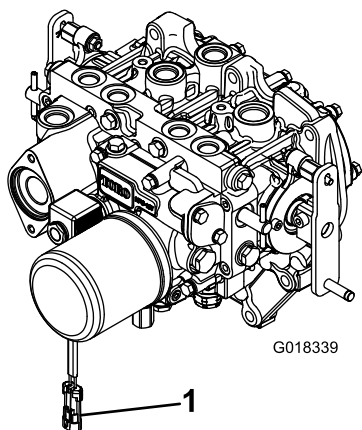

図 3
- 駆動シャフトの反対側の端部をアタッチメントのギアボックスのシャフトに固定し終わったら、ワイヤハーネスの電気コネクタを PTO ソレノイドバルブのコイルのコネクタに接続する 図 3。